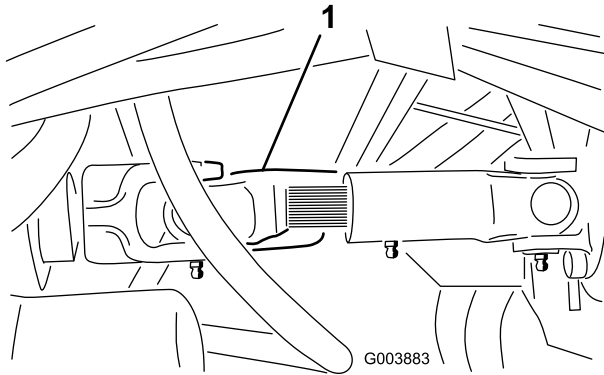

Figura 35
6. Cuando el remolcado esté completo, instale el eje de transmisión de la manera ilustrada en Figura 35. Las acanaladuras están diseñadas de tal manera que sólo se ensamblan las dos mitades del eje cuando están correctamente orientadas.